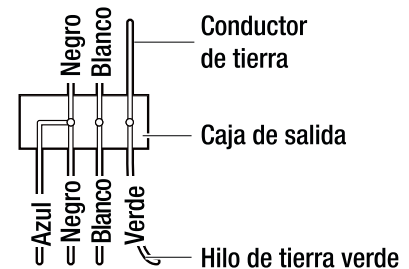

Figura 9
- Conecte el cable de alimentación del ventilador (negro) y el cable de alimentación de la lámpara (azul) al cable negro de la vivienda como se muestra en la Figura 9. No conecte el cable azul si el juego de la lámpara no es usado.
- Después de conectar los cables, asegure los conectores de cable (AA) con cinta aislante negra y sepárelos de modo que los cables verde y blanco estén en un lado de la caja de salida y los cables negro y azul en el otro lado. (o sea, el conector con conexión a tierra en un lado y los cables vivos en el otro lado).
- Gire los conectores de cable (AA) hacia arriba y empuje el cableado dentro de la caja de salida.